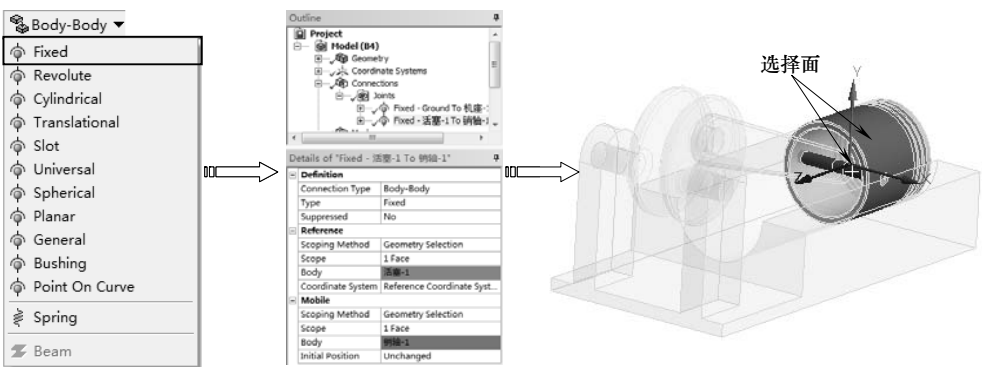

图 10-45 刚体固定
4) 单击【Connections】工具栏上的【Body-Body】|【Fixed】命令，分析树中增加【Fix-No Selection To No Selection】节点。分别选择如图 10-45 所示的表面，然后单击详细设置窗口中的【Preference】和【Mobile】列表中【Body】下的【Apply】按钮完成。